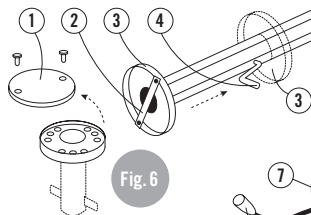
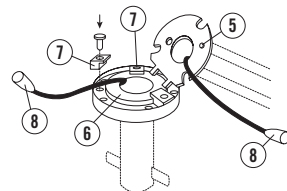

Fig. 6
Fig. 7
- Svitare il coperchio dalla capsula da incassare (1) (Fig. 6).
- Togliere la traversa di fissaggio (2) dalla base del palo e spingere verso l'alto l'anello di pressione (3) fino ad oltre l'apertura della manovella (4). Imbottire lato palo e fissare con manovella inserita.
- Allentare la vite di sicurezza (5), estrarre la rondella della cerniera (6) e posizionarla sulla capsula da incassare (Fig. 7).
- Tendere la rondella della cerniera sulla capsula da incassare con croci girevoli (7). Utilizzare fori filettati medi.
- Per ombrelloni con installazione elettrica collegare le spine (8). Sistemare i cavi sciolti nella capsula da incassare.